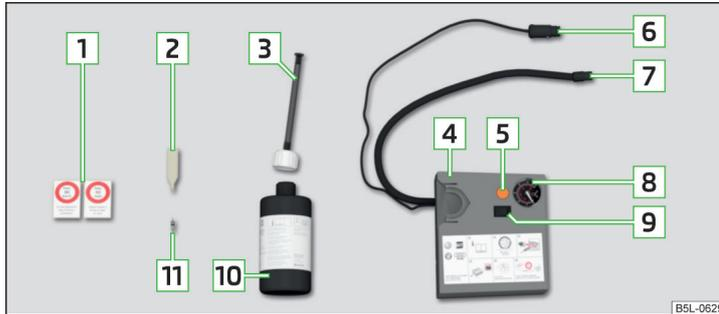

Abb. 165 Prinzipdarstellung: Bestandteile des Pannensets
Bestandteile des Sets » Abb. 165
- › Den entsprechenden Aufkleber **1** » *Abb. 165 auf Seite 181* auf die Schalttafel im Sichtfeld des Fahrers kleben.
- › Die Reifenfüllflasche **10** » *Abb. 165 auf Seite 181* einige Male kräftig hin und her schütteln.
- › Den Reifenfüllschlauch **7** » *Abb. 165 auf Seite 181* des Luftkompressors fest auf das Reifenventil schrauben.